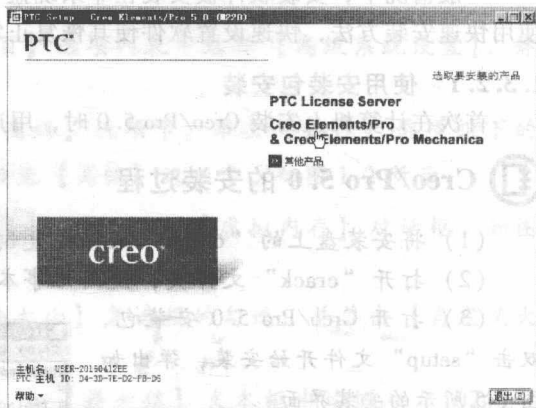

图 1-8 选择要安装的产品
(9) 单击 **下一步(N) >** 按钮, 进入安装选项设置界面, 在其中选择要安装的产品——**【Creo Elements/Pro & Creo Elements/Pro Mechanical】**, 如图 1-8 所示。